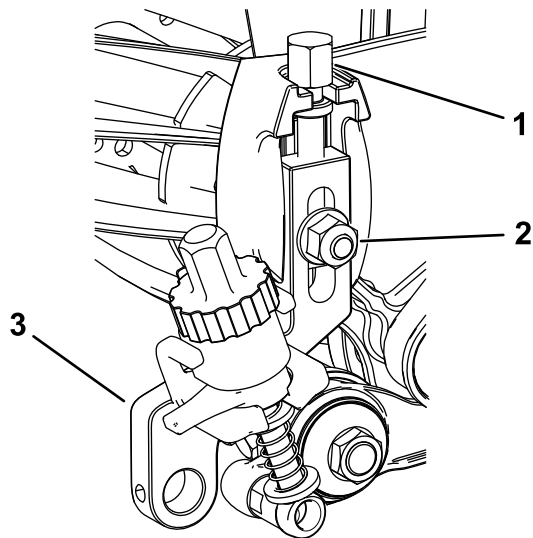

Figura 21
superior de los conjuntos de altura de corte (Figura 21).
2. Instale los conjuntos de altura de corte en las placas laterales de la unidad de corte con el perno avellanado, la tuerca y la arandela especial retirados anteriormente (Figura 21).